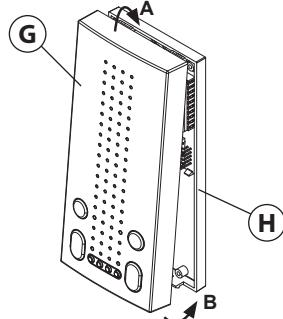

Fig. 6
- Appoggiare la parte superiore del coperchio **G** alla parte superiore della base **H** come suggerito dalla freccia **A** di **Fig. 6**.
- come suggerito dalla freccia **B** di **Fig. 6**, muovere la parte inferiore del coperchio **G** verso il muro e premere fino a bloccare il coperchio nella base.
Per aprire nuovamente il citofono una volta installato, stringere saldamente i lati del citofono nella parte inferiore e tirare delicatamente verso l'esterno compiendo movimenti inversi a quelli mostrati in **Fig. 6**.